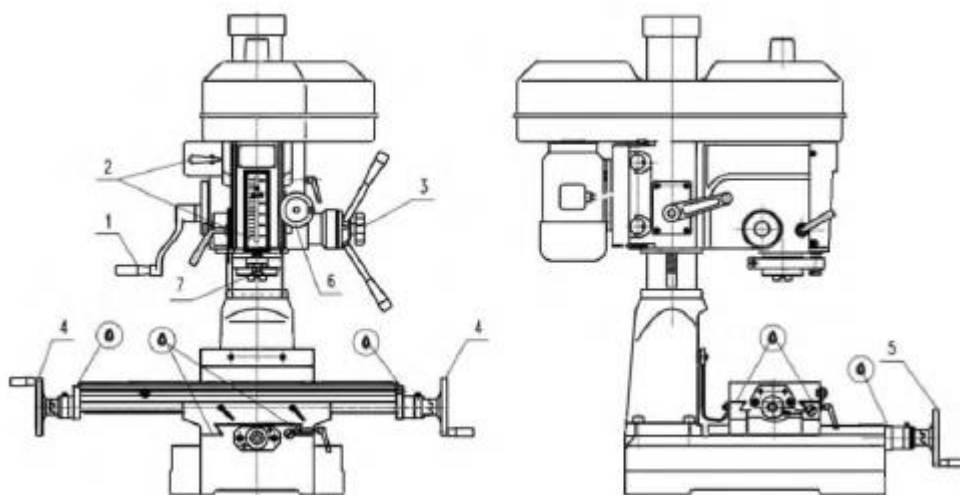

Рис. 1
(1) Ваш станок был покрыт плотной смазкой для его защиты при транспортировке. Перед началом эксплуатации станка данная смазка должна быть полностью удалена. Для удаления смазки со станка можно использовать промышленный обезжириватель, керосин или аналогичный растворитель, но при этом избегать применения растворителя на ремни или другие резиновые части.
(2) После очистки нанести на все полированные детали смазку низкой вязкости. Смазать все места, как показано на Рис.1 с помощью машинного масла средней плотности.
(3) Места для смазки указаны стрелками.
5. ИСПОЛЬЗОВАНИЕ ОСНОВНЫХ ЧАСТЕЙ СТАНКА (см. Рис.1)